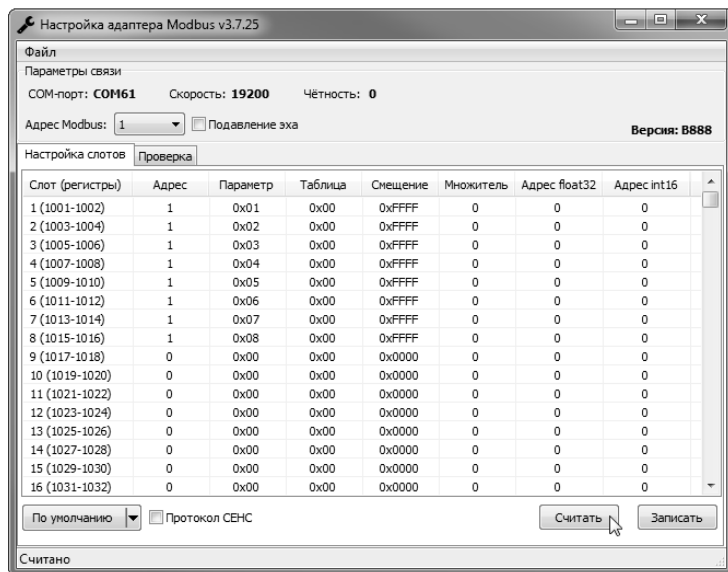

Рисунок 7 – Окно утилиты «Настройка адаптера Modbus»
3.5.5.4 Для проверки связи с адаптером нажать кнопку «Считать». При этом адаптер должен быть включен в режиме обмена по протоколу «Modbus RTU». После нажатия кнопки «Считать» программа считывает значения регистров адаптера. При этом будет выдано сообщение «Считано» в строке состояния программы (рисунок 7). Если значения регистров не считаны (адаптер не найден), то необходимо:
3.5.6.1 При нажатии кнопки «Считать» программа считывает текущие настройки всех слотов опроса адаптера (рисунок 7). Запись в память адаптера считанных и измененных настроек всех слотов опроса производится с помощью кнопки «Записать».